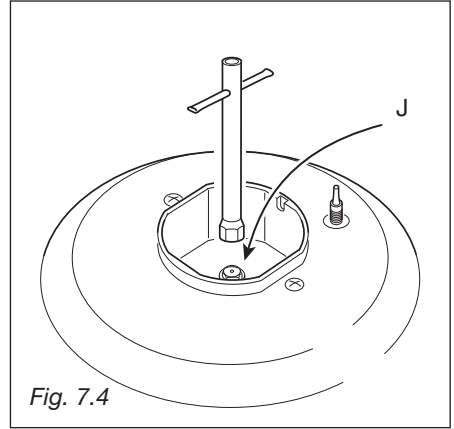

Fig. 7.4
- A l'aide d'une clé plate, remplacer les injecteurs “J” (fig. 7.4) par ceux qui conviennent au gaz que l'on va utiliser (voir Tableau des injecteurs).